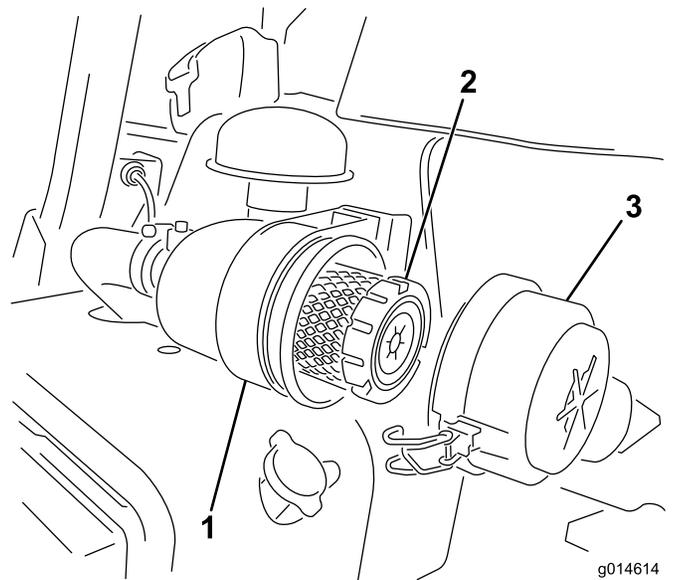

Figure 46
1. Desserrez les fixations qui maintiennent le couvercle sur le corps du filtre à air (Figure 46).
6. Fermez les verrous (Figure 46).